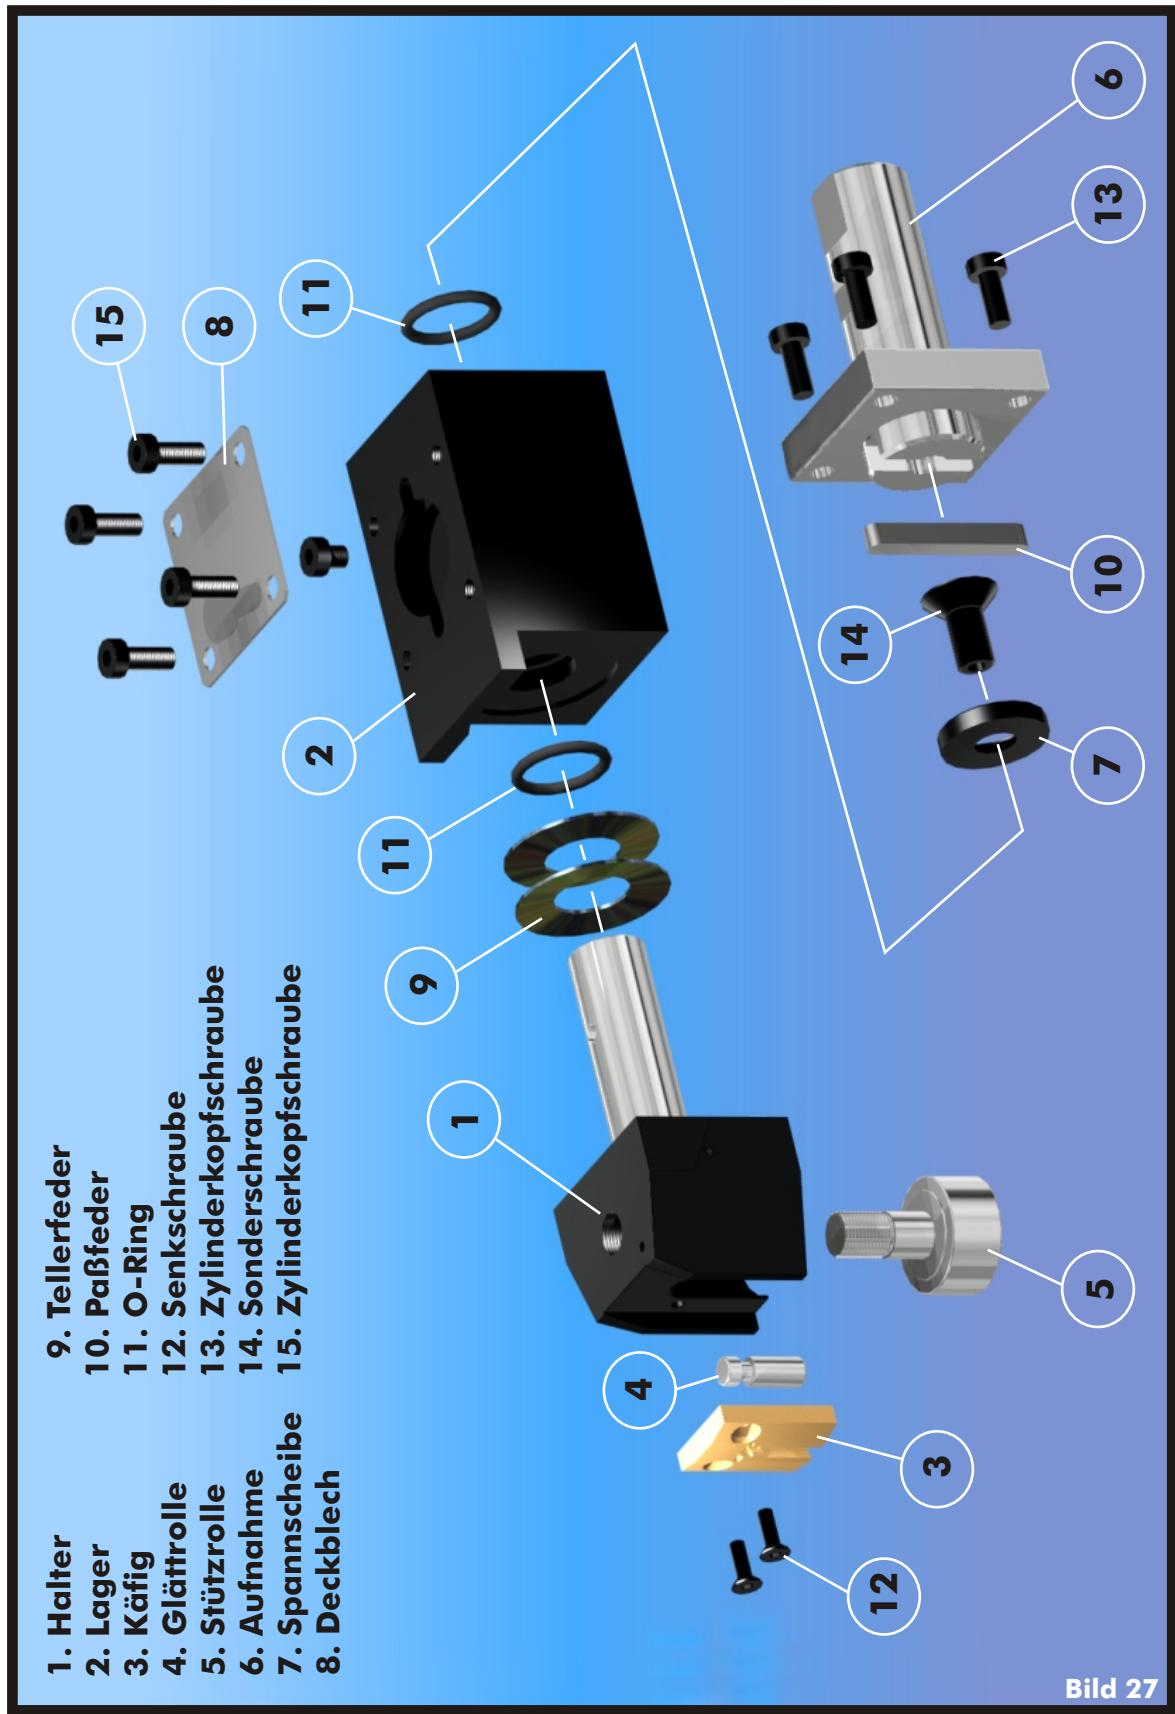

Bild 27
- > **Tauschen Sie die Position der Aufnahme (mit Paßfeder!) und des Deckbleches (Bild 27).**
- > **Legen Sie die Paßfeder in die Paßfedernut des Lagers. Führen Sie den Zapfen der Aufnahme in die Aufnahmbohrung des Lagers ein, und befestigen Sie die Aufnahme und das Deckblech mit den Zylinderkopfschrauben (Bild 27)**